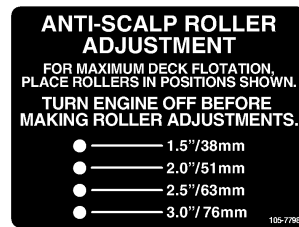

Figure 21
3. Lorsque la hauteur de coupe est réglée, enlevez l'écrou à embase, la bague, l'entretoise et le boulon (Figure 21).
4. Choisissez le trou qui convient pour que le galet extérieur se trouve le plus près possible de la hauteur de coupe correspondante voulue (Figure 21).
5. Posez le galet extérieur, la bague, l'entretoise, le boulon et l'écrou (Figure 21).